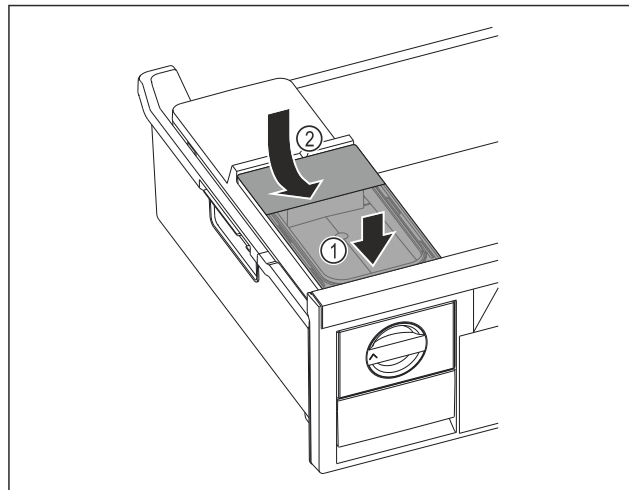

Fig. 181
- Zbiornik wody wsunąć od przodu. Fig. 181 (1)
- Zbiornik wody opuścić z tyłu. Fig. 181 (2)